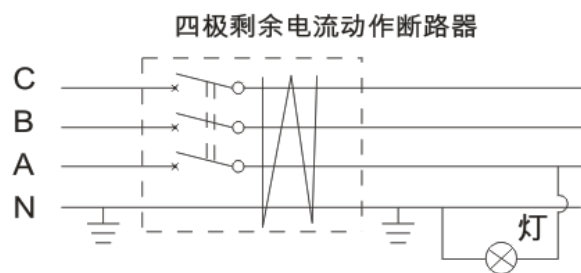

图 27 错误接线
8.3.2 如果负载侧的零线重复接地,当发生漏电故障时,漏电电流有一部分经零线接地点分流,结果使电流差值变小,此值小于整定动作电流时,就会拒动(见图 27)。